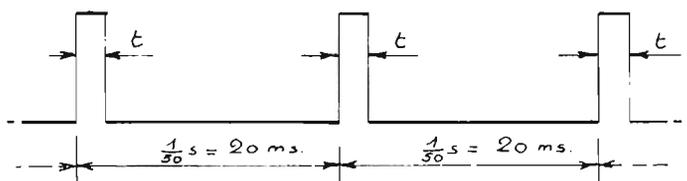
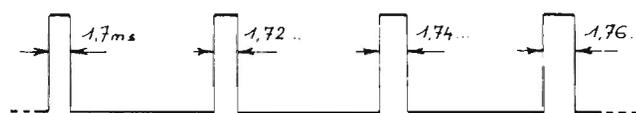

Fig. 4. - Signal de voie.
Fig. 5. - Variation d'une durée.
L'impulsion de commande a évidemment un caractère fugitif. On conçoit donc aisément que, la produire une seule fois, ne suffirait pas. En fait l'ordre sera répété continuellement et ceci au rythme de 50 fois par seconde. Soit 50 Hz. L'émetteur transmet donc 50 fois par seconde à la gouverne, la position exacte qu'elle doit occuper (Fig. 4).
Ici, dans le cas d'un déplacement du manche, le temps t varie d'une impulsion à l'autre (Fig. 5). Mais l'inertie mécanique du moteur électrique asservi, donne la même intégration et le mouvement est aussi continu. Le travail du codeur serait achevé, s'il ne s'agissait que d'asservir une gouverne, le signal de la figure 4 étant suffisant.
- Créer 6 signaux analogues à celui de la figure 4, chacun d'eux asservissant sa propre gouverne.